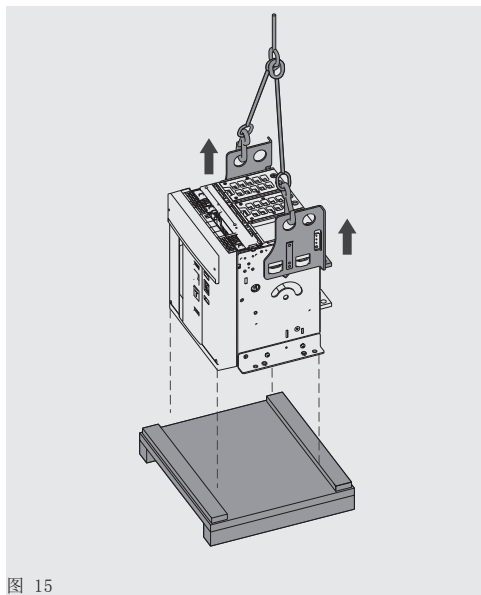

图 15
1. 使用随包装配备的吊板，将断路器从包装箱底部提起。请查看 图 15.